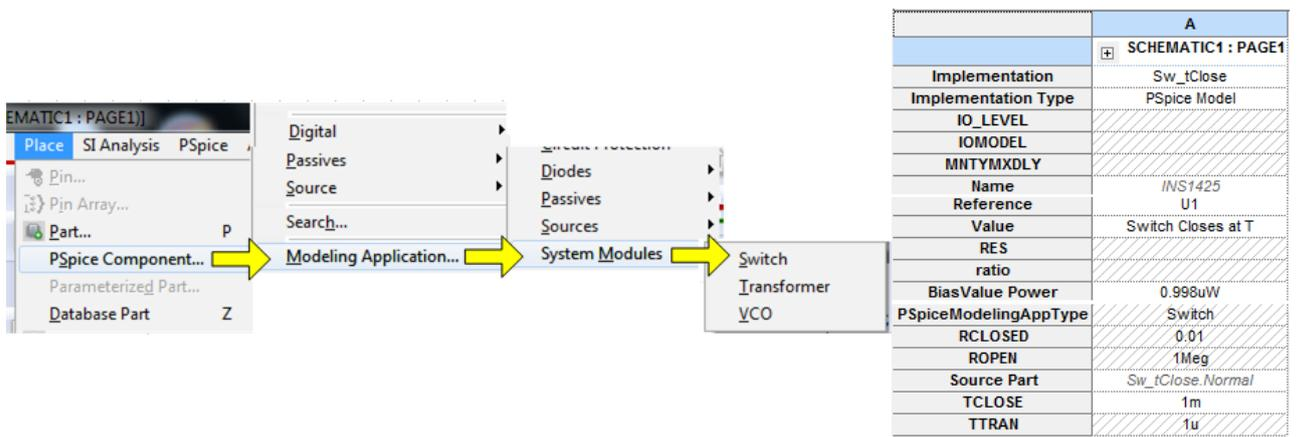
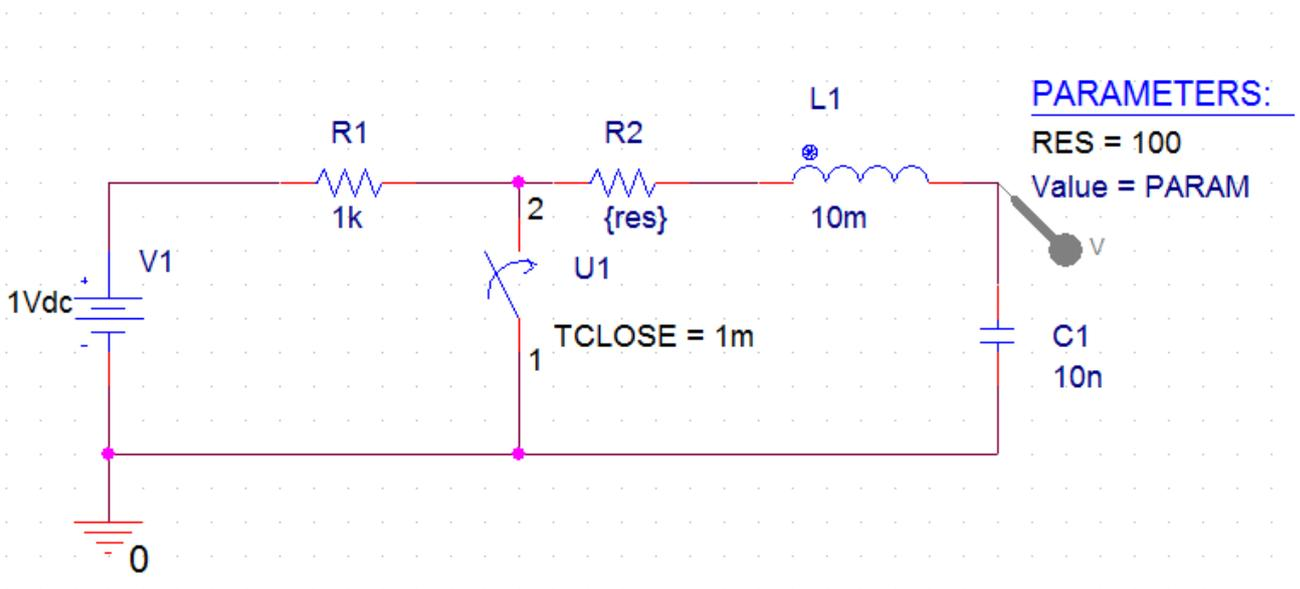

Рис. 3.1. Установка параметров ключа
Рис. 3.2. Модель цепи второго порядка
1. Создадим новый проект PR-15 для моделирования цепи второго порядка по схеме рис. 3.2. Ключ следует выбрать из PSpice Component, перемещаясь по пути, показанному на рис. 3.1. В свойствах ключа установим время засыкания TCLOSE=1m, переходное время (время переключения) TTRAN = 1u, сопротивление замкнутого RCLOSED =0.01, сопротивление разомкнутого ключа ROPEN=1Meg.
На рис. 3.2 показана схема модели.